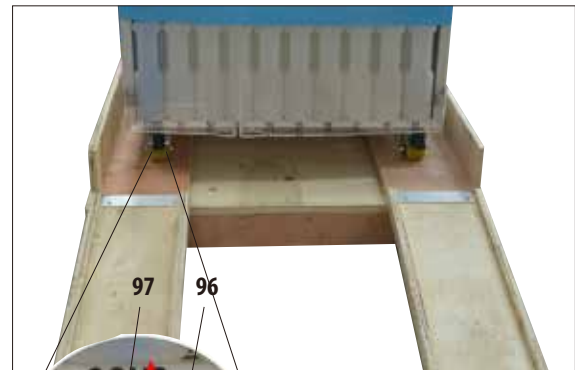

Fig. 10
- Acum eliberați maneta de frână (97) de pe cele două roți frontale de transport (96), astfel încât aparatul să poată fi deplasat (Fig. 10).
Pentru a face acest lucru, împingeți maneta (97) (detaliu în Fig. 10) înapoi în jos.